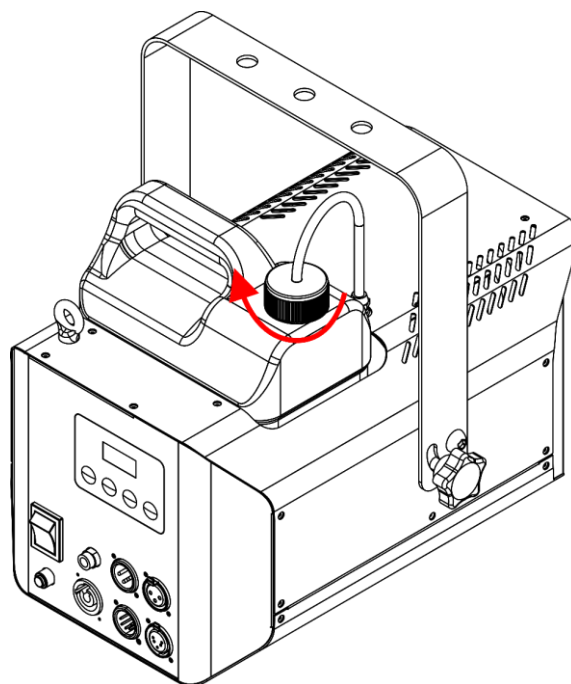

Fig. 19
- 08) Riavvitare il coperchio del serbatoio del liquido, come mostrato nella Fig. 19.